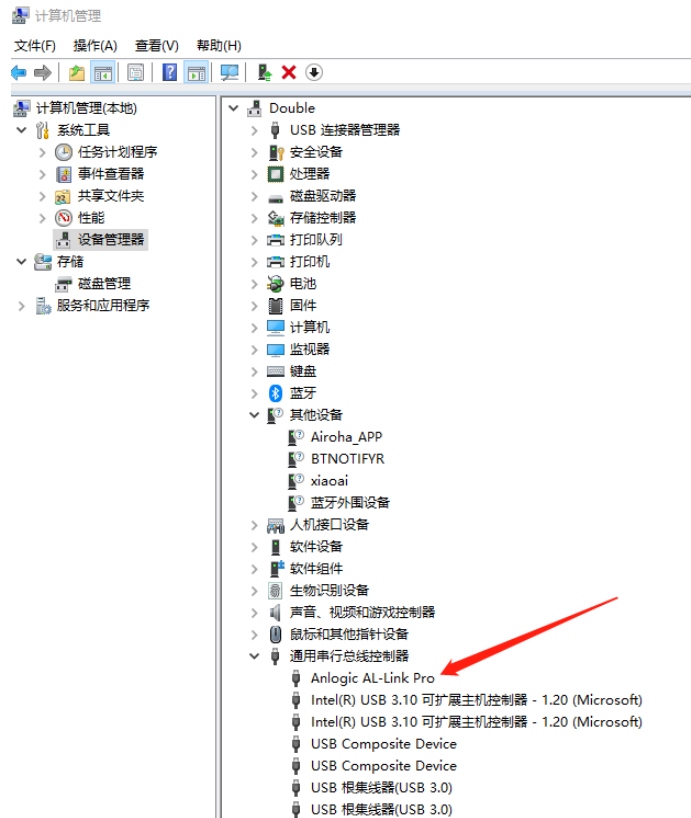

图 2-2 驱动安装完成
5. 当在设备管理器的“通用串行总线控制器”中，出现“Anlogic-AL-Link Pro”设备字符，表示驱动安装成功，如图 2-2 所示。